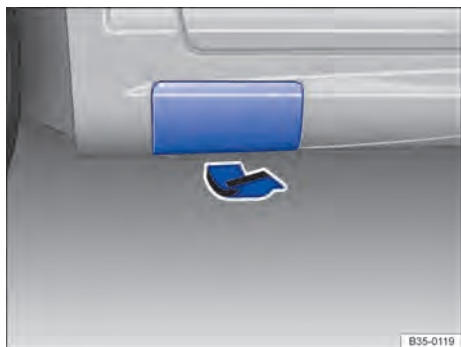

Fig. 260 Atrás no lado esquerdo do veículo: reba-ter a cobertura.
O macaco pode ser colocado somente nos pontos de recepção do macaco mostrados e somente com a cobertura aberta ⇒ Fig. 260. É válido o ponto de apoio localizado próximo à roda correspondente ⇒ ⚠.
6. Procurar sob o veículo o ponto de recepção do macaco ⇒ Fig. 260 mais próximo da roda a ser trocada.
7. Retirar a capa de cobertura na soleira lateral: para isso, puxe com força mas cuidadosamente na direção da seta ⇒ Fig. 260. A capa de cobertura está munida de uma cinta de fixação.